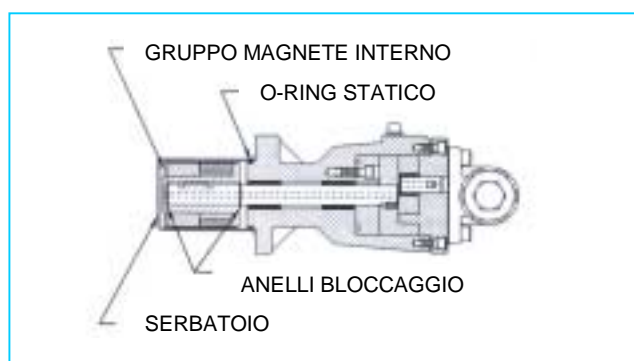

FIGURA 13
- Rimuovi l'anello di bloccaggio esterno (il più vicino alla fine dell'albero) e far scivolare fuori il gruppo del magnete interno (**Vedere Figura 13**). Non dimenticare che questo è un magnete molto potente. Se è necessario smontare la pompa, rimuovere il secondo anello di bloccaggio esterno.